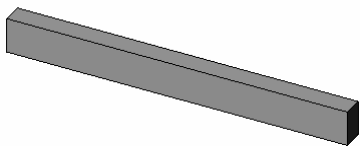

图 10-45 生成拉伸特征
❸ 生成“拉伸”特征。选择菜单栏中的“插入”→“凸台/基体”→“拉伸”命令，或者单击“特征”工具栏中的“拉伸凸台/基体”图标，系统弹出“拉伸”属性管理器，在方向 1 的“深度”栏中键入数值：5，单击“确定”图标，生成实体如图 10-45 所示。